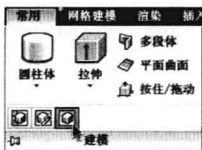

图 9-6-20
- (1) 在状态栏中单击“模型”切换空间按钮，进入图纸空间。
- (2) 双击视口内部，视图边界线会呈粗线显示，激活了该视口。
- (3) 单击“常用”选项卡，在“视图”面板中选择“西南等轴测”和“二维线框”。
- (4) 单击“建模”面板名称，展开隐藏的面板，单击“实体轮廓”按钮，如图9-6-20所示。